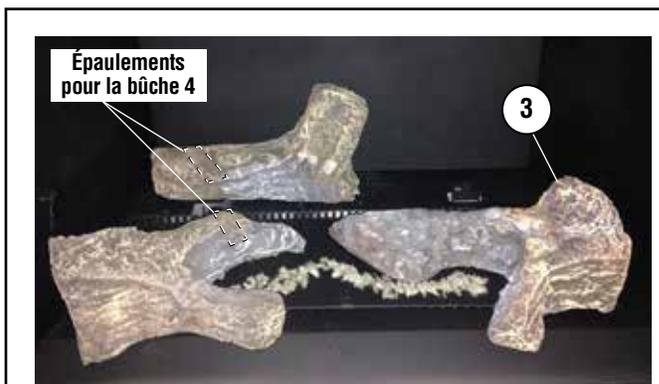

Figure 17 - Placer la bûche 3
6. Placer la bûche transversale gauche (4) sur les épaulements de la bûche arrière gauche (1) et de la bûche avant gauche (2) (voir figures 17 et 18).
Cet appareil est équipé d'un levier de contrôle du registre d'air situé derrière la face, sous la porte vitrée (voir *figure 17*). Le levier est relié au registre d'air primaire sur le brûleur principal. Le registre d'air règle la quantité d'air primaire que reçoit le brûleur et par conséquent, la propreté de fonctionnement du poêle encastrable. Le registre d'air ne doit être réglé que par un technicien qualifié. Le poêle encastrable doit fonctionner pendant environ 15 minutes avec les bûches ou cristaux de verre installés avant de régler le registre d'air. Plus d'air donne des flammes plus courtes moins colorées, moins d'air des flammes plus grandes et plus colorées. Pour régler le registre d'air, faire glisser le levier de réglage d'un côté ou de l'autre (voir *figure 20*).